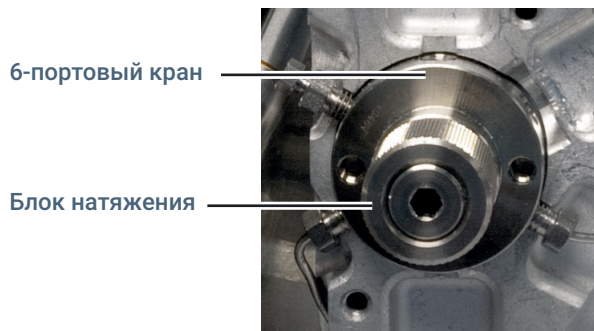

Рис. 23. Блок натяжения крана
- 6 Открутите рукой блок натяжения в передней части крана (**Рис. 23**).